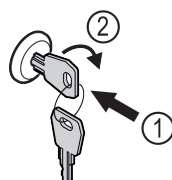

Fig. 100
- Sleutel erin duwen Fig. 100 (1).
- Sleutel 90° rechtsom draaien Fig. 100 (2).